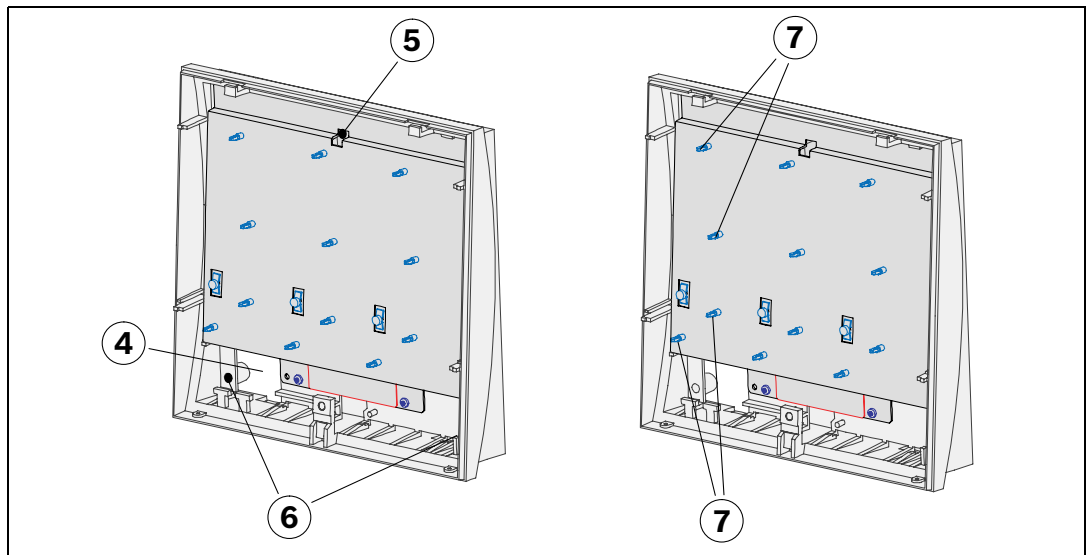

图 4.4 安装 BAT 100 LSN 机箱并装入 ATG 套件
5. 从后面将电缆插入机箱下部（参见图 4.4 (4)）。让机箱的下部悬挂在上部螺钉上并对齐 (5)。拧入两颗下部螺钉 (6) 并拧紧顶部螺钉。
6. 将 ATG 套件安装到 BAT 100 LSN 的隔片（始终从左至右连接）。图 4.4 为第一个 ATG 的隔断 (7)。